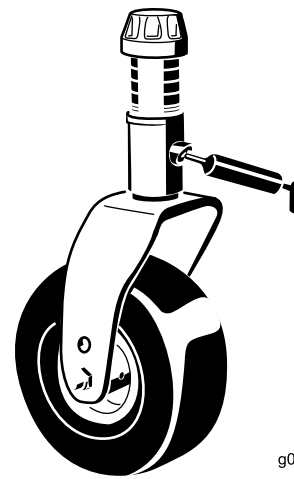

Figura 47
- 1 boccola dell'albero della forcella della ruota orientabile (Figura 47)